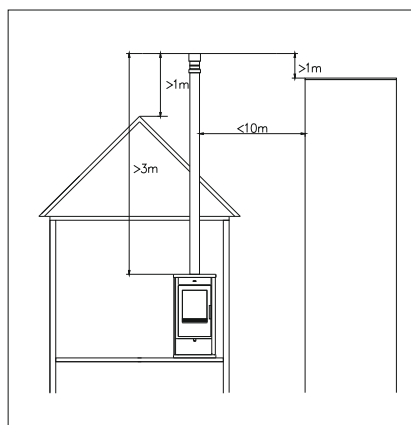

Figure 1
- La cheminée doit être suffisamment haute par rapport au toit et aux bâtiments voisins (figure 1). Le tirage de la cheminée doit être supérieur à 10 Pa et, pour les poêles avec chaudière intégrée, jusqu'à 15 Pa. Si la cheminée est très haute (tirage supérieur à 35 Pa), il est nécessaire d'installer une vanne supplémentaire pour réduire le tirage.